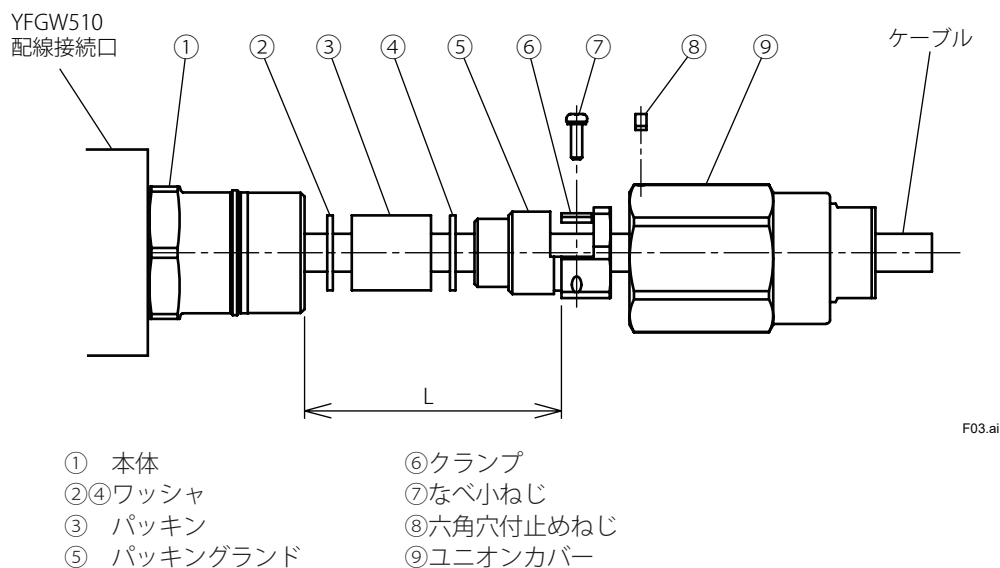

図3 耐圧パッキン金具取り付け
耐圧パッキン金具を用いたケーブル配線は以下の要領で行ってください。（図 3 参照）
5. ケーブルを図 3 のユニオンカバー、パッキングランド、ワッシャ、パッキン、ワッシャ、本体の順に通します。